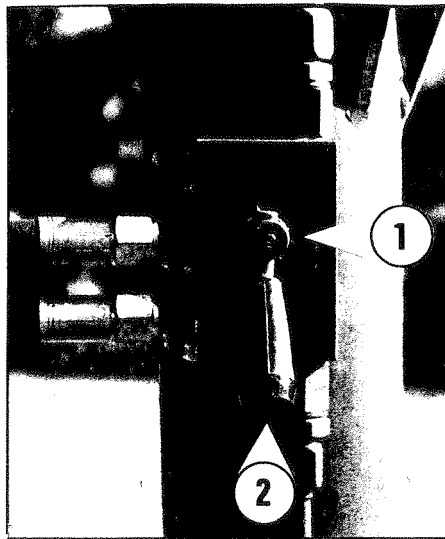

Fig. 3
- 2 - La messa in opera contemporanea degli stabilizzatori si ottiene agendo sulla leva di comando «B» trovandosi le leve dei rubinetti (fig. 3) in posizione 1 (aperto).
- 3 - Per posizionare gli stabilizzatori in modo indipendente portare la leva del rubinetto su cui si intende agire in posizione 1 (aperto) (vedi fig. 3), quindi agendo sulla leva di comando «B» far scendere il martinetto fino a terra. Riportare la leva del rubinetto in posizione 2 (chiuso) e ripetere l'operazione con gli altri martinetti.
Attenzione: È obbligatorio chiudere i rubinetti delle valvole (fig. 3) prima di azionare la gru.
- 2 - The simultaneous operation of outriggers is obtained operating the control lever «B» previous positioning tap lever (fig. 3) on 1 (open).
- 3 - For independent operation of the outriggers position the tap lever, of the outrigger to be operated, on 1 (open) (see fig. 3) and then operate the control lever «B», reposition the tap lever on 2 (closed) and repeat the operation with the other outriggers.
Warning: It is compulsory to close the valve taps (fig. 3) before using the crane.
- 2 - La mise en fonction contemporaine des stabilisateurs s'obtient en agissant sur le levier de commande «B», les leviers des robinets (voir figure 3) se trouvant en position 1 (ouvert).
- 3 - Pour positionner les stabilisateurs individuellement placer le levier du robinet sur lequel l'on veut agir en position 1 (ouvert) (voir figure 3); agir sur le levier de commande «B», faire descendre le vérin jusqu'à sol. Reporter le levier en position 2 (fermé) et répéter l'opération avec les autres vérins.
Attention: Il est obligatoire de fermer les robinets des valves (figure 3) avant de manoeuvrer la grue.
- Die gleichzeitige Bedienung der Stützen wird mit dem Steuerhebel «B» betätigt. Die Hebel der Absperrhahnen (siehe Fig. 3) befinden sich in Pos. 1 (offen).
- Beim Ausfahren einer Abstützung muss der Hahnen der betreffender Stütze auf Pos. 1 (offen) (siehe Fig. 3) stehen; den Hebel «B» betätigen und die Stütze bis auf den Boden ausfahren. Nachher Hebel auf Pos. 2 (schliessen). Den gleichen Vorgang für die andere Zylinder.
Vorsicht: Es ist wichtig die Hebeln zu schliessen (Fig. 3) bevor der Kran in Betrieb genommen wird.